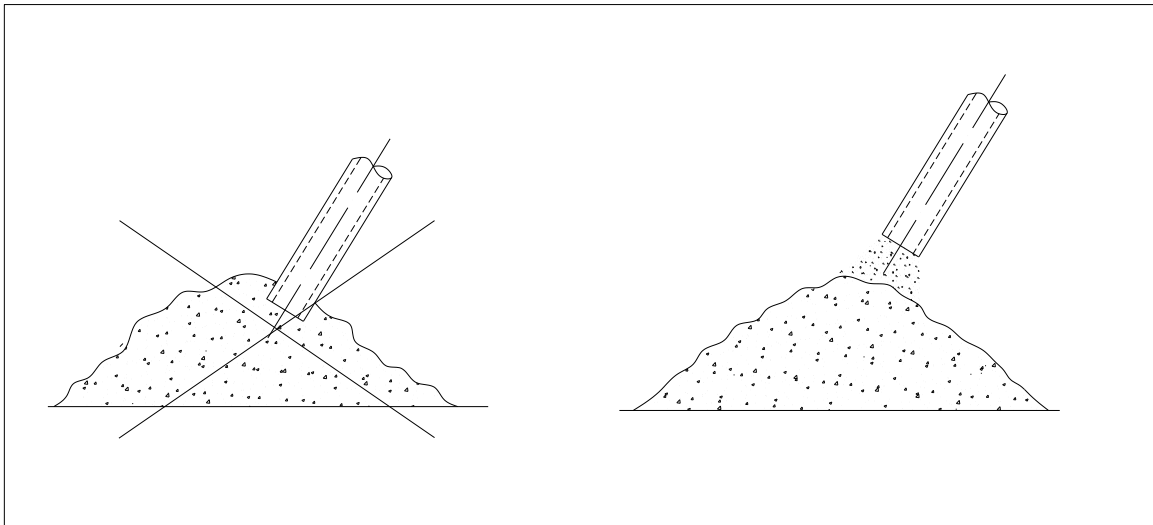

Figura 4
- durante o bombeamento evite mergulhar a ponteira na massa de concreto. (vide figura 4)